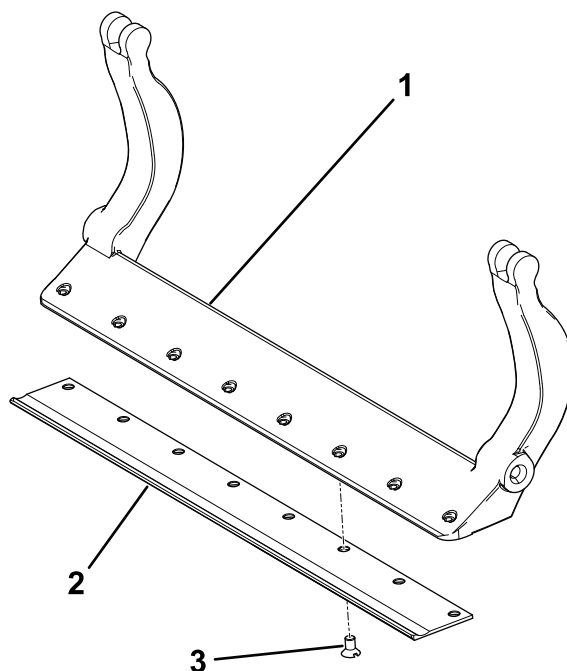

Figura 34
3. Aplique compuesto antiadherente a los tornillos e instale la contracuchilla en la barra de asiento del siguiente modo (Figura 34):
A. Apriete los 2 tornillos exteriores a 1 N·m; consulte la Figura 34.
- B. Desde el centro de la contracuchilla, apriete los tornillos a entre 23 y 28 N·m; consulte la Figura 34.